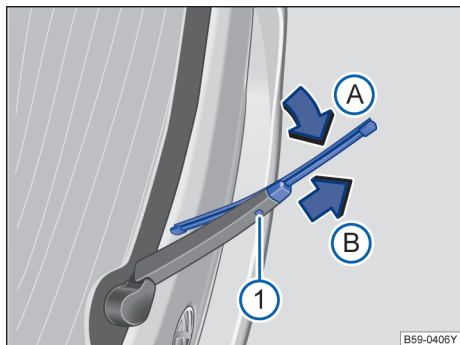

图 141 更换后风窗刮水器刮水片
- 按住解锁按钮 → 图 141 ①。
- 将后风窗刮水器刮水片朝刮水器摆臂 → 图 141 (箭头 A) 方向翻转，同时沿箭头方向 B 拔下。会因此需要用较大的力量。